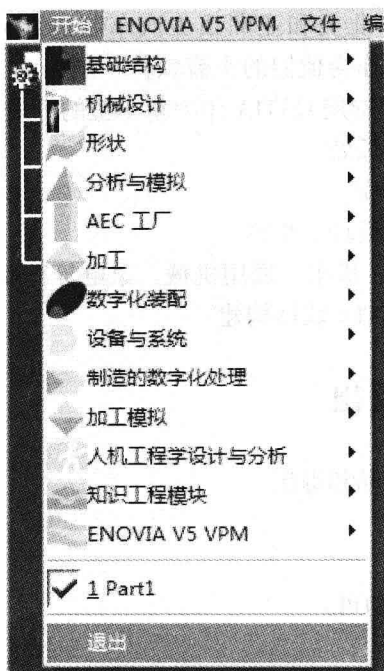

图 1-1 开始菜单
1) 单击 CATIA V5 R20 的主菜单的“开始”——“退出”，如图 1-1 所示。